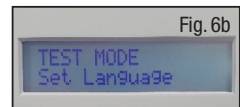

Fig. 6b
- Quindi premere il pulsante freccia SU una volta e l'unità di alimentazione visualizzerà "MODO TEST Imposta lingua" (Fig. 6b).